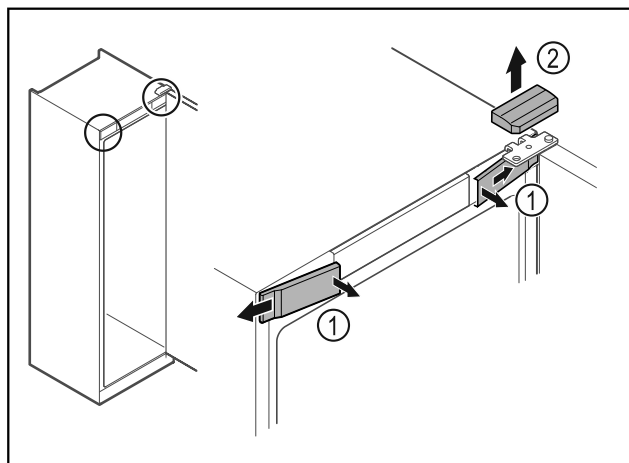

Fig. 8
- Lossa skyddet fram Fig. 8 (1) på insidan och ta av dem åt sidan.
- Ta av det övre skyddet Fig. 8 (2) uppåt.